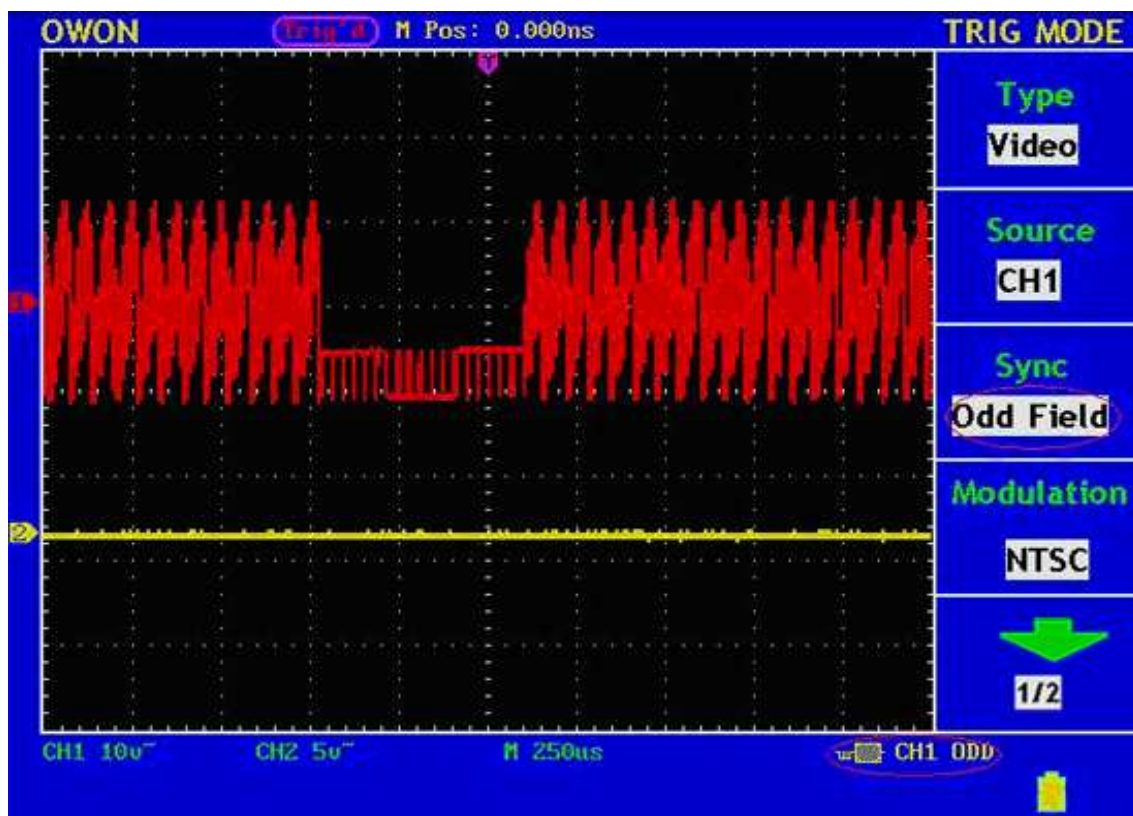

Fig. 65 奇数トリガフィールドから生成された波形
5. 画面上に正しい波形が得られるよう、VOLTS/DIV、VERTICAL POSITION、SEC/DIV つまみを調節します。(Fig.65 参照)